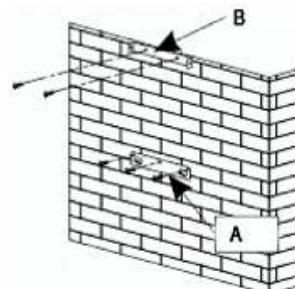

Abb. 1
- Zeichnen Sie auf die Mauer die 3 Bohrlöcher auf, die Sie benötigen und benutzen Sie dafür die mitgelieferten Halter der Dunstabzugshaube und beachten Sie dabei den empfohlenen Abstand (Teil A der Abb. 1).
- Schrauben Sie den Halter für die Befestigung der Dunstabzugshaube fest und garantieren Sie, dass er vollständig im Wasser ist (Teil A der Abb. 1).
- Berechnen Sie die Endhöhe für den U-Halter der Rohrabdeckung (Teil B Abb. 1)
- Bohren Sie die beiden Löcher mit 8 mm und schrauben Sie den Halteflansch der Rohrabdeckung an und achten Sie dabei, dass die Achse zur Dunstabzugshaube korrekt ist (Teil B Abb. 1)